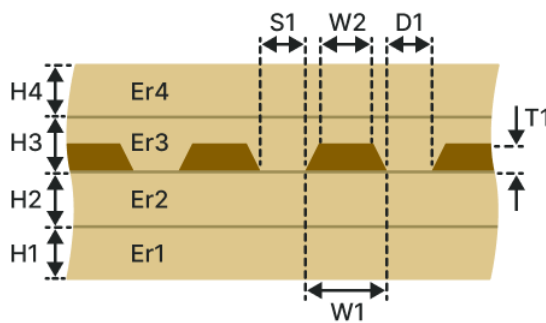

Рис. 190 Копланарная дифференциальная заглубленная ЛП (КДЗ-2Н2В)
- Копланарная дифференциальная заглубленная ЛП (КДЗ-2Н2В), см. Рис. 190.